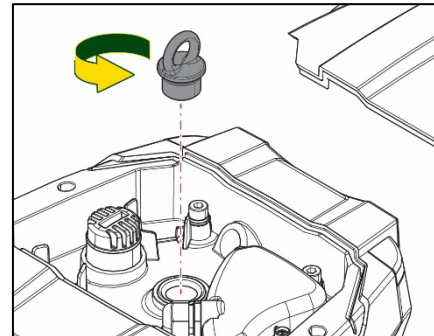

Fig. 22
2. Skruva loss lyftögeln inuti de övre utrymmet (fig. 22). Se till att det inte kommer in orenheter (flytande eller fasta) i motorn under momentet.